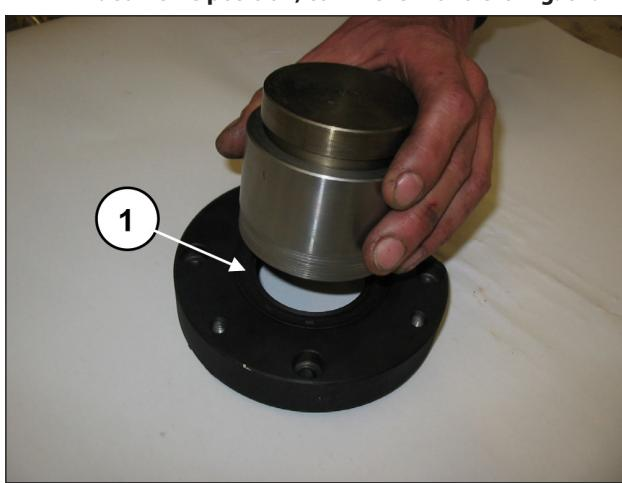

Fig. 63
Insérer le joint d'étanchéité radial dans le couvercle du roulement de la prise de force à l'aide de l'outil réf. 27548200 (rep. ①, Fig. 63).